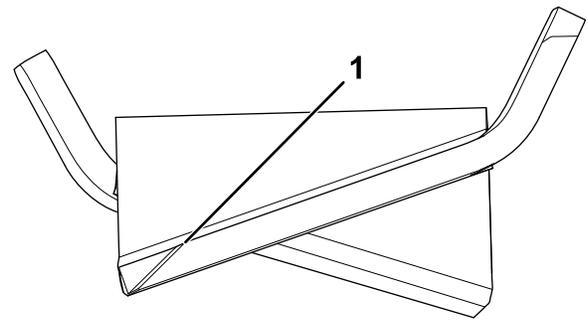

図 106
**注** もし傾くようなら、重い方のセイル部を少し削って調整する 図 106。
1. ブレードは、両端部の刃先をやすりまたは研磨機で磨く 図 106。